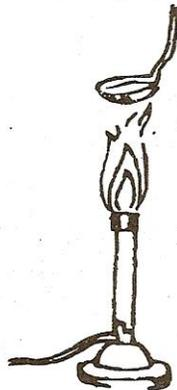

Figura 6.2
3.3 Colocar en una cucharilla de combustión el pedazo de magnesio. (ver figura 6.2)